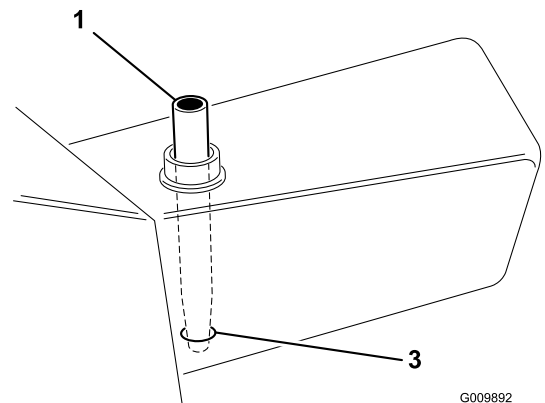

Figura 60
2. Per sostituire soltanto il filtro, rimuovete il cappuccio del serbatoio e inserite il tappo (Figura 60) per bloccare l'uscita. In questo modo, alla rimozione del filtro, la maggior parte del fluido nel serbatoio verrà trattenuta.